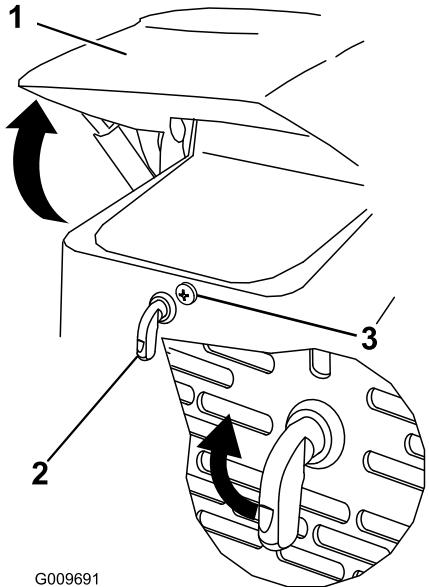

Bild 23
1. Lösen der Arretierschraube an der Motorhaube (Bild 23)
2. Drehen Sie den Motorhaubenriegel nach rechts (Bild 23).
3. Klappen Sie die Haube hoch (Bild 23).
3. Ziehen Sie die Arretierschraube der Motorhaube fest, um den Riegel zu arretieren (Bild 23).